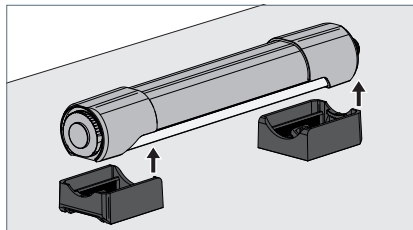

Fig. 8: Démontez le luminaire.
- Tournez le cache du luminaire vers la surface de montage et retirez le luminaire des supports, voir Fig. 8.